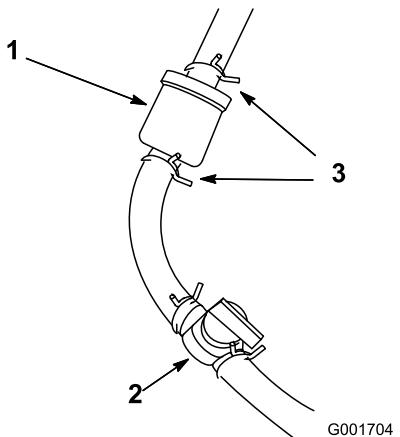

Figure 53
1. Fermez le robinet d'arrivée de carburant (Figure 53).
2. Placez un bac de vidange sous le filtre, desserrez le collier sur le côté carburateur du filtre, et débranchez la conduite de carburant du filtre (Figure 53).